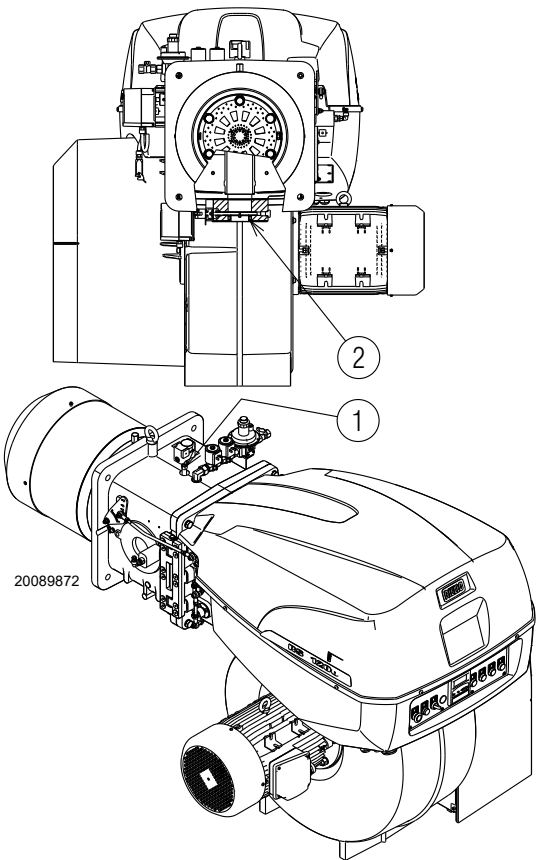

Fig. 21
Presión de gas en la toma 1)(Fig. 21), con:
Pérdida de carga válvula de mariposa del gas 2)(Fig. 21) con abertura máxima: 90°.
- restar a la presión del gas en la toma 1)(Fig. 21) la presión de la cámara de combustión.
Presión de gas en la toma 1)(Fig. 21) = 59,2 mbar
Para conocer la presión del gas necesaria en la toma 1)(Fig. 21), fijada la potencia máxima de modulación a la cual se desea que funcione el quemador:
- Leer a la derecha, columna 1, la presión en la toma 1)(Fig. 21).
presión necesaria para la toma 1)(Fig. 21).